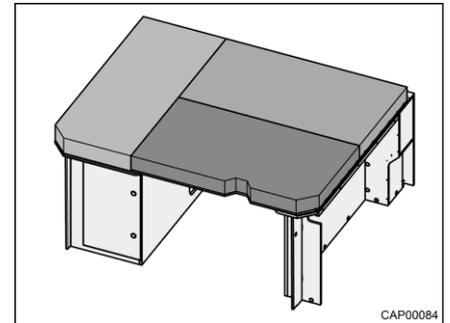

Fig. 40 Cama transversal (después de la transformación)
- Distribuir los cojines en la superficie de descanso del modo mostrado en Fig. 40.